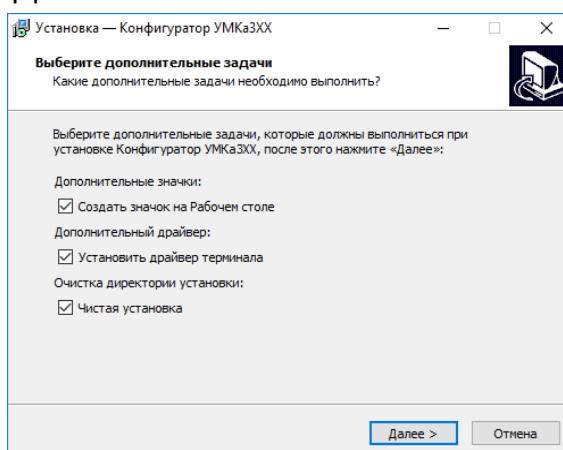

Рисунок 3.6 Выбор опций установки
При первой установке выберите опцию «Установить драйвер терминала» (Рисунок 3.6 ) и нажмите «Далее».
**В случае если конфигуратор не обнаружил терминал проверьте наличие установленных драйверов. В случае их отсутствия рекомендуется произвести переустановку конфигуратора установив галочку «установить драйвера» (Рисунок 3.6 ).**